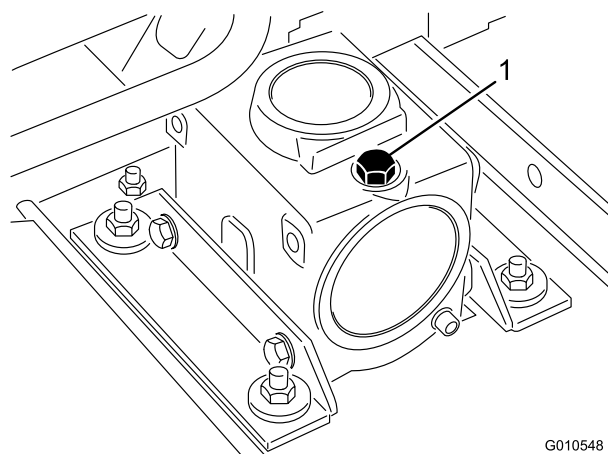

Figure 18
3. Retirez la jauge/le bouchon de remplissage du haut de la boîte d'engrenages (Figure 18) et vérifiez que le niveau de lubrifiant se situe entre les repères de la jauge.